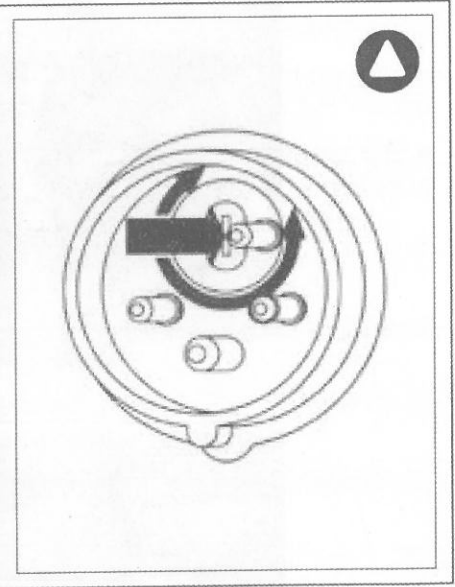

Fig. 10
- ▶ Premere il pulsante di avviamento (1 Fig. 10).
- ▶ (Solo con motore trifase 400V) Se all'avviamento della macchina il motore gira in senso inverso, rispetto al senso della freccia in Fig. 10, spegnere la macchina e con un cacciavite ruotare di 180° l'apposito dispositivo situato all'interno della presa elettrica (Fig. 10).